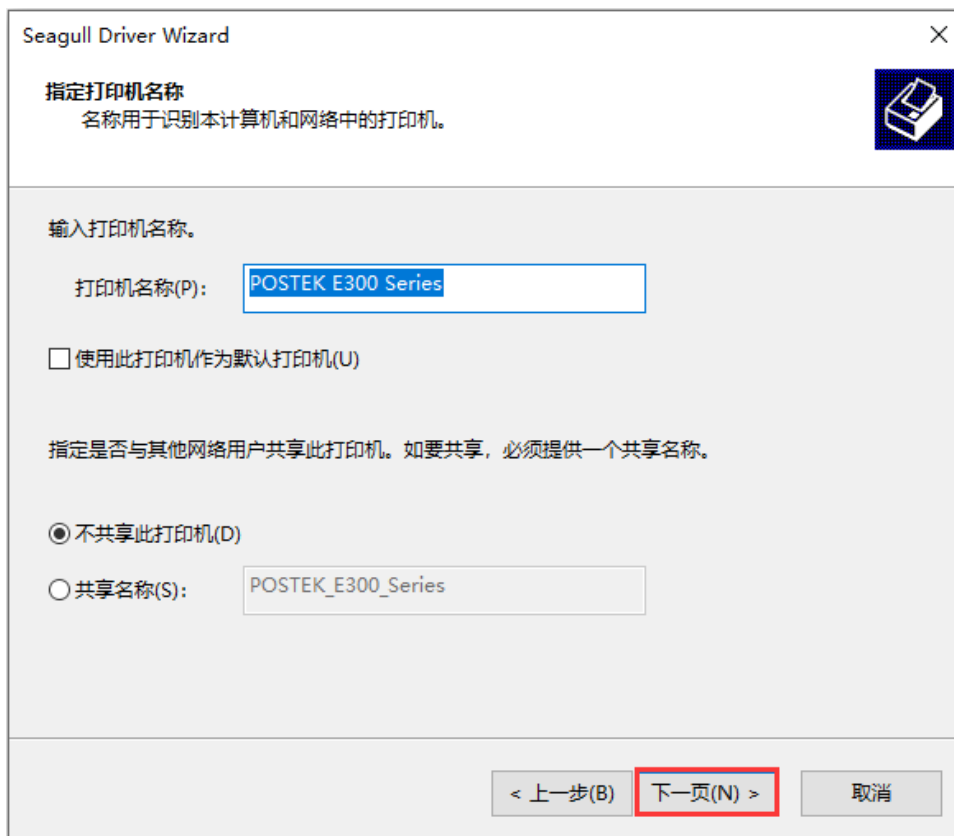

图 2-45 指定打印机名称界面
10. 在“指定打印机名称”界面中，设置打印机名称以及是否将打印机作为默认打印机，如图 2-45 所示，然后点击“下一页”，完成驱动安装；